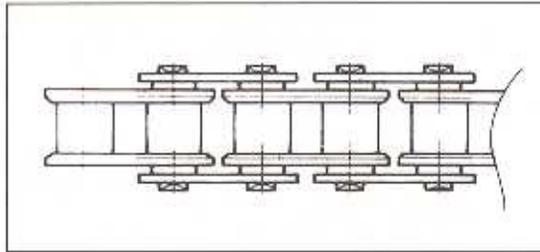

Bild 35
- Den Kettendurchhang am unteren Trumm messen (Bild 35).